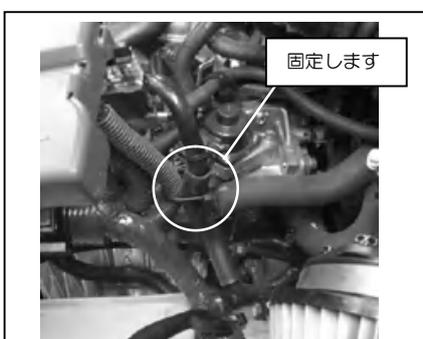

図9
- ⑤タイラップでATブローバイホースを適当な所へ固定します。図9参照